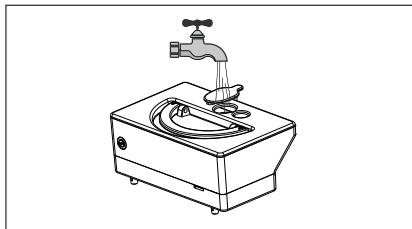

Figure 2
3. Verser de l'eau propre dans le réservoir d'eau (Figure 2)